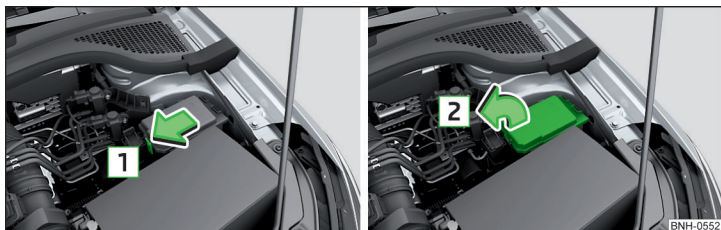
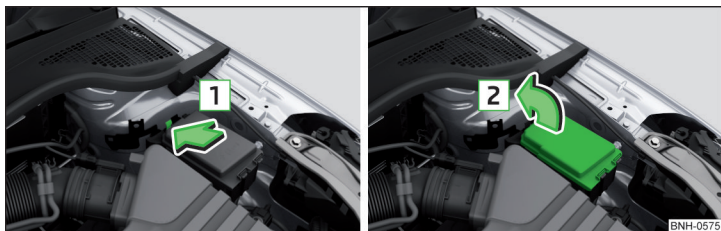

Abb. 272 Abdeckung des Sicherungskastens - Variante 1
Abb. 273 Abdeckung des Sicherungskastens - Variante 2
- Die Verriegelungstaste der Abdeckung in Pfeilrichtung **1** » Abb. 272 bzw. » Abb. 273 drücken und die Abdeckung in Pfeilrichtung **2** abnehmen.